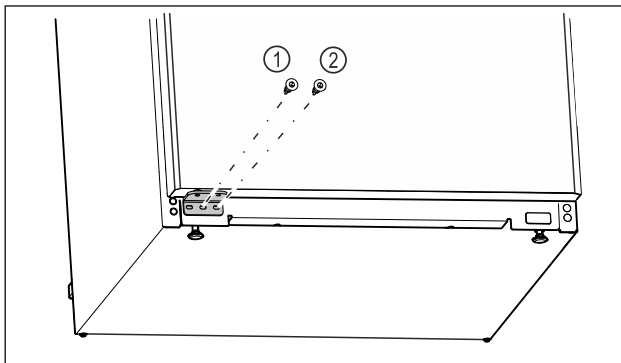

Fig. 21
- Skru fast den midtre skruen til lagerbukken Fig. 21 (1) med skrutrekkeren Torx 20.
- Skru fast den innvendige skruen til lagerbukken Fig. 21 (2) med skrutrekkeren Torx 20.